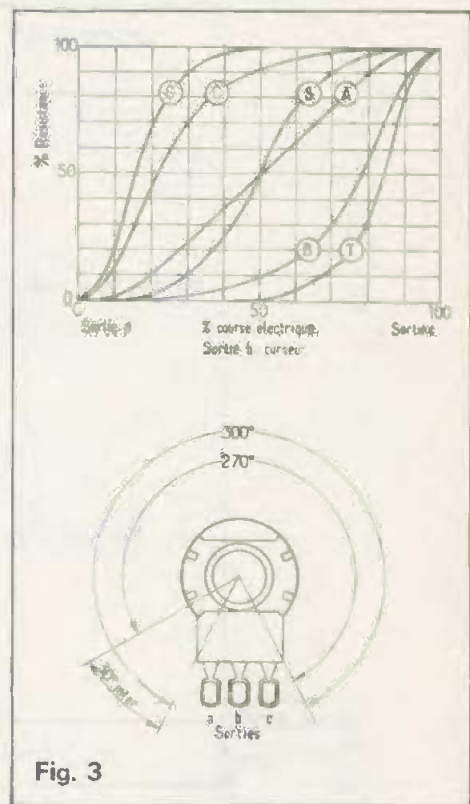

Fig. 3
– Lois de variation de la résistance (fig. 3). A : linéaire ; S : courbe en S ; B : logarithmique droite ; R la résistance 10 % de Rt à mi-course ; C : logarithmique inverse ; Rbc = 10 % Rt à mi-course ; T : exponentielle droite ; Rba = 1,5 Rt à mi-course ; G : exponentielle gauche ; Rbc = 1,5 Rt à mi-course.